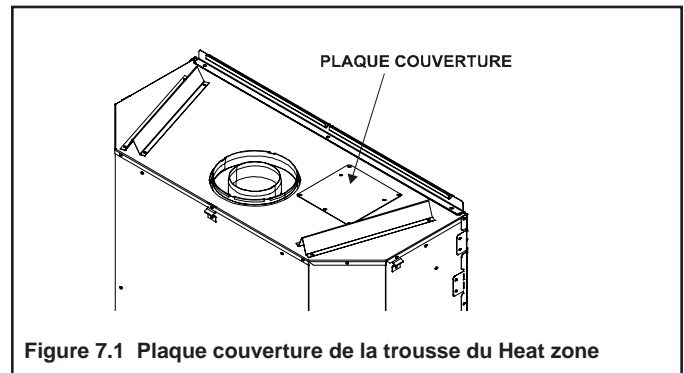

Figure 7.1 Plaque couverture de la trousse du Heat zone
- Retirez la plaque couverture du dessus de l'appareil et jetez (voir la figure 7.1).